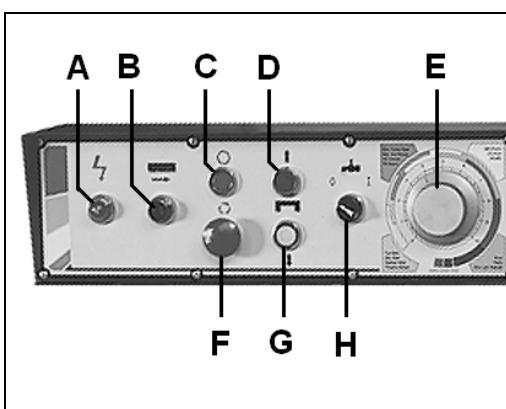

Рис. 6
Станок включается нажатием на зеленую кнопку включения (B, Рис. 6). Чтобы выключить станок, нажмите на красную кнопку выключения (C).
Подъём и опускание консоли регулируется с помощью регулировочных ручек (D, G, Рис. 6).